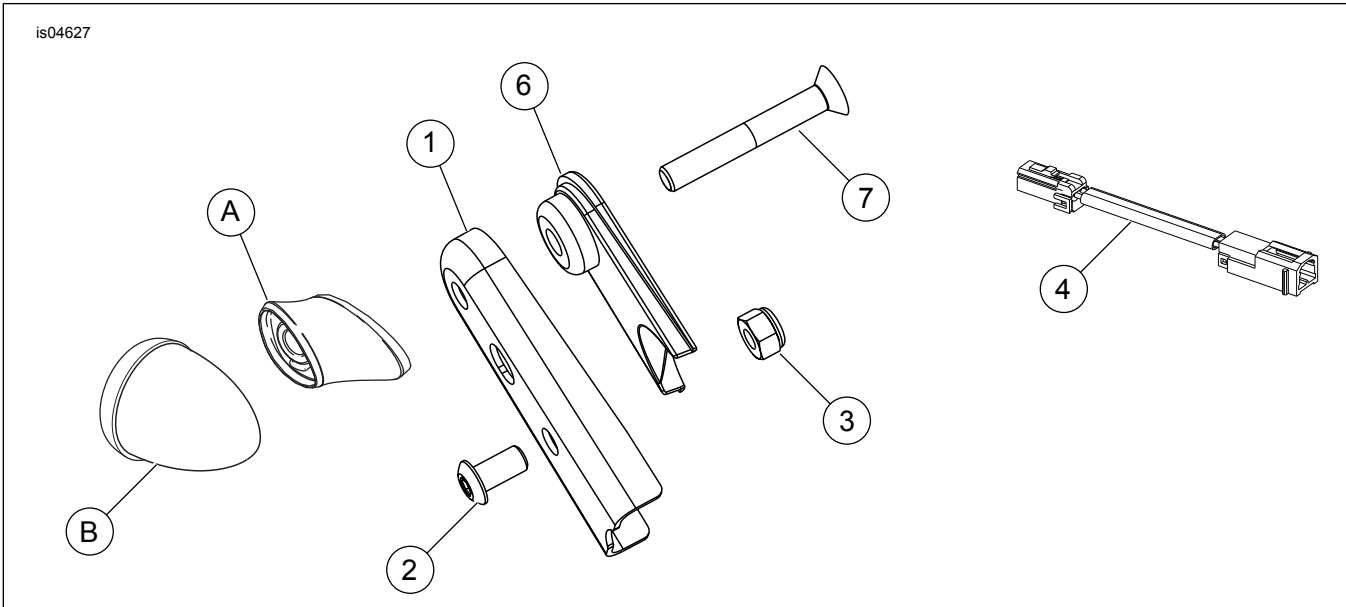

Figura 7. Piezas de servicio: kit de reubicación de las señales de giro
Vea la Figura 7 y la Tabla 1.
5. Vea la Figura 7. Tire y separe la señal de giro (B) y el soporte de la señal de giro (A) del soporte del guardabarros.
2. Vea la Figura 7. Inserte el tornillo de fábrica y la arandela a través del agujero trasero de la pieza de soporte de reubicación (1) y del soporte de la señal de giro (A).
3. Enrosque el tornillo en la señal de giro (B). Apriete a 16,3-21,7 N·m (12-16 lb-pie).
4. Alinee la pieza de soporte de reubicación (1) con la parte trasera del soporte del guardabarros e instálela con el tornillo (2) y la tuerca (3) del kit. Apriete la tuerca a 16,3-21,7 N·m (12-16 lb-pie).
6. Vea la Figura 7. Conecte el conector macho de la extensión del arnés (4) dentro del conector de la señal de giro. Después conecte el conector hembra de la extensión del arnés en el conector correcto de la plaqueta.